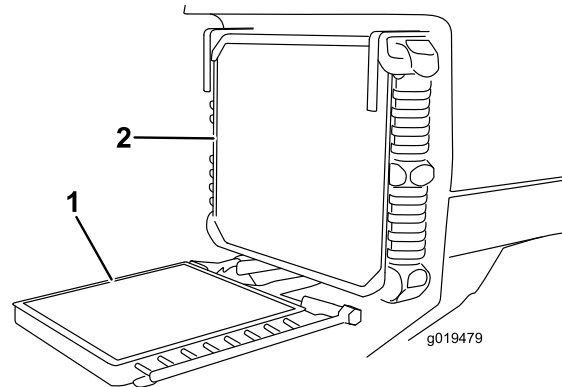

Figure 67
7. Dévissez les boutons et rabattez le refroidisseur d'huile en arrière (Figure 67).